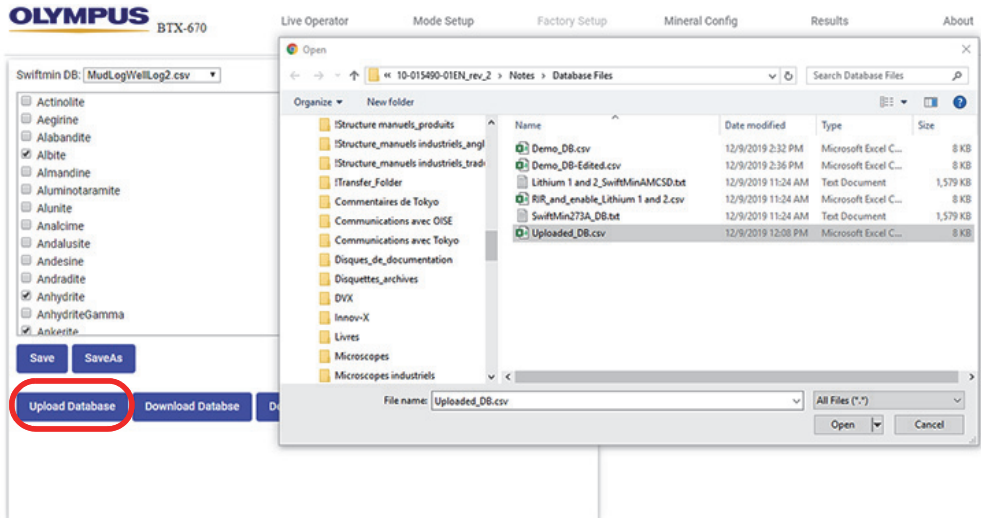

图 5-9 上传数据库
1. 点击**Upload Database**（上传数据库），打开一个文件浏览器窗口（参见第75页的图 5-9）。